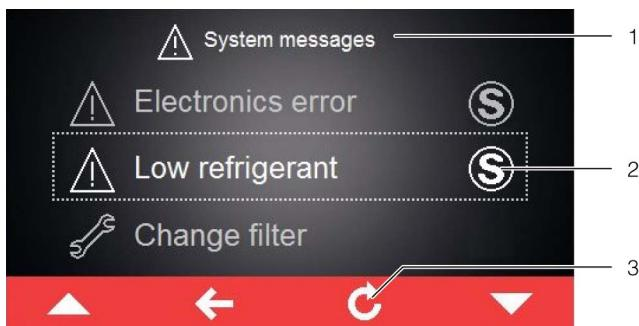

Imagen 21: Pantalla con indicación de fallo
Si se genera una indicación de fallo que no puede ser solucionada por el usuario o que no desaparece por si sola, aparecerá el símbolo «Servicio» junto a la indicación de fallo, así como en la barra de mando junto al símbolo para indicaciones de sistema (Imagen 21, pos. 2).